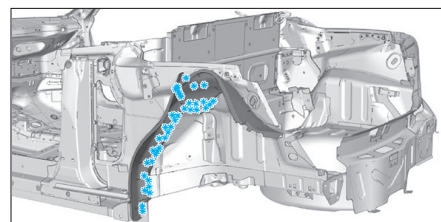
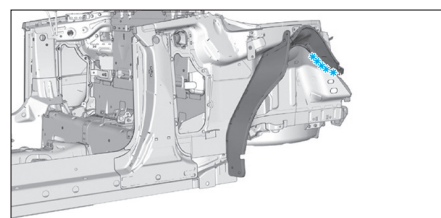

FIG. 83
FIG. 84
- Dépointer aux endroits indiqués le renfort (Fig.83) et (Fig.84).